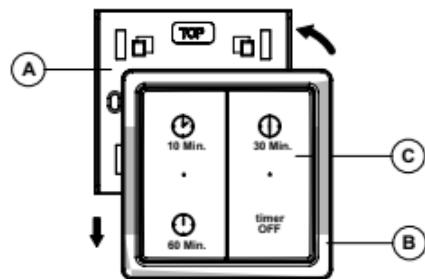

Fig 6.
3. Platzieren Sie den Timer RF auf der Montageplatte und drücken Sie ihn vorsichtig etwa 5 mm nach unten, bis der Timer RF einrastet (Abb. 6).